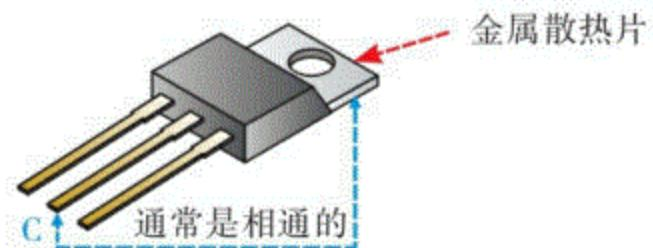

图9.95 金属散热片通常与集电极相连
**塑封大功率三极管：**肯定会有金属散热片。金属散热片通常与集电极相连，如图9.95所示。